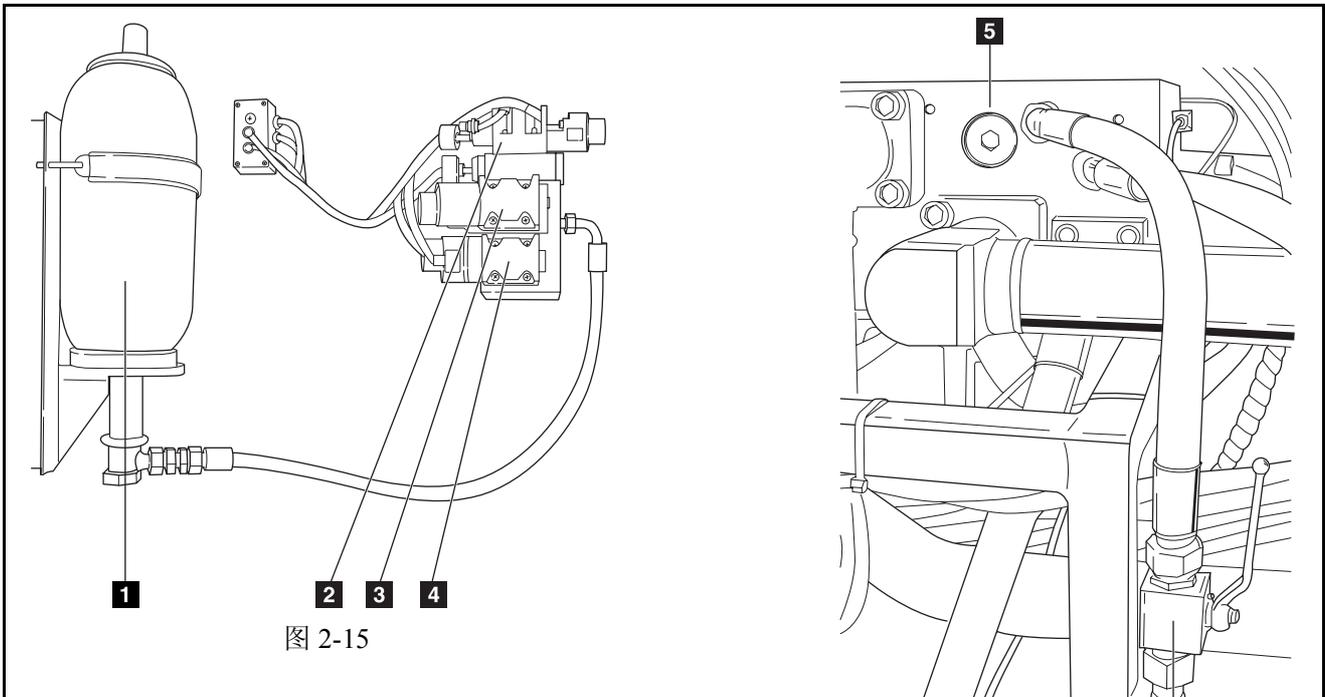

图 2-15
- (a) 蓄能器安装在泵车左后侧(从车辆行驶方向看,参见图 2-15),用于给换向回路提供辅助能源与减少系统冲击。泵车装有蓄能器卸荷截止阀。当该截止阀被打开时,蓄能器压力油被卸荷,便于检修。